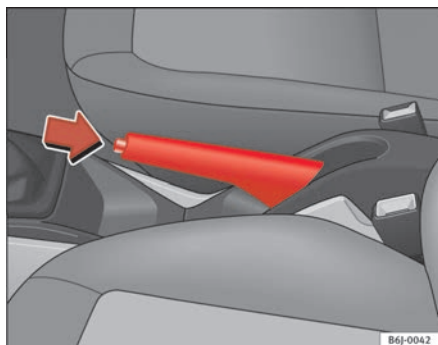

Fig. 101 Freno de mano entre los asientos delanteros
- Tire con fuerza de la palanca del freno de mano hacia arriba ⇒ fig. 101.
- Tire ligeramente de la palanca hacia arriba, presione el botón de desbloqueo en la dirección de la flecha ⇒ fig. 101 y baje completamente la palanca ⇒ ⚠.